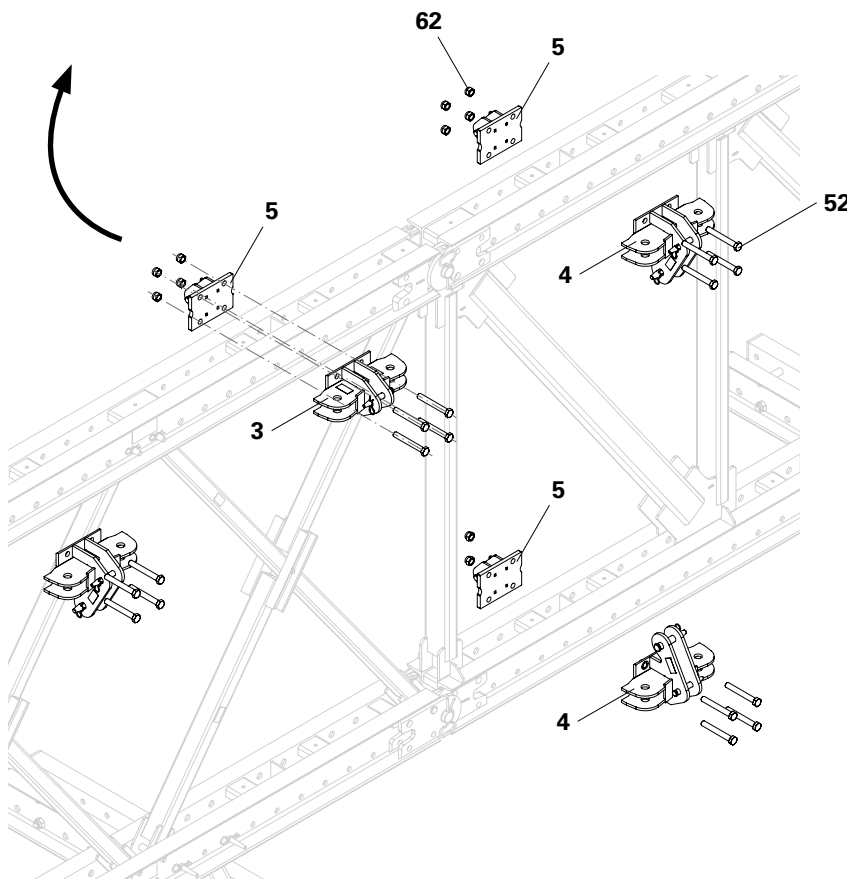

Fig. A2.04
Per l'attacco di una trave singola al kit di travi, sul lato posteriore devono essere montati gli attacchi di connessione (5). In questo caso nel corrente superiore e nel corrente inferiore viene montato un attacco di connessione (5) insieme a un attacco di impalcatura (3) o un attacco combinato verticale (4). (Fig. A2.04 + A2.04a)